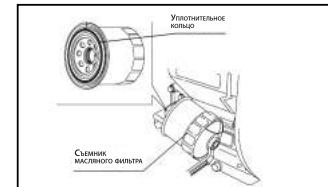

Рис. 27
- вкрутите рукояткой новый фильтр до момента прижатия уплотнительного кольца (Рис. 27);